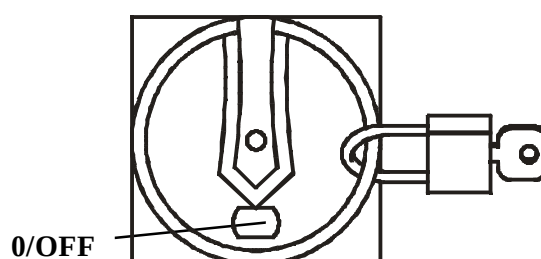

fig. 15
- Mechanically interlock the switch rotation and padlock into off position (**fig. 15**).
- Bloquear mecánicamente el giro del interruptor, mediante un candado o similar, a través del orificio. (**fig. 15**)
- Verrouiller mécaniquement la rotation de l'interrupteur, avec un cadenas ou objet similaire, par l'orifice (**fig. 15**).